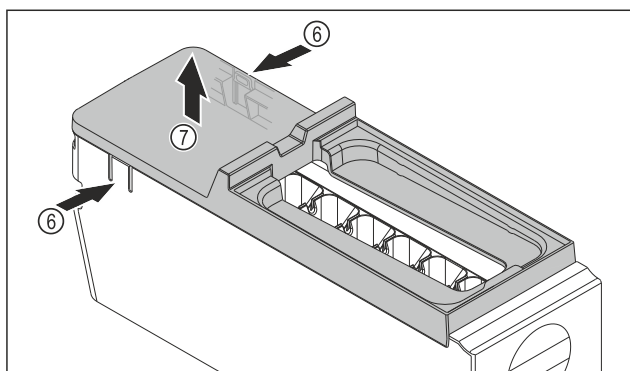

Fig. 105
- ▶ 取出 EasyTwist-Ice 机身的盖板：用一只手按压 EasyTwist-Ice 机身两侧的接片 Fig. 105 (6)。
- ▶ 用另一只手朝上取出盖板 Fig. 105 (7)。